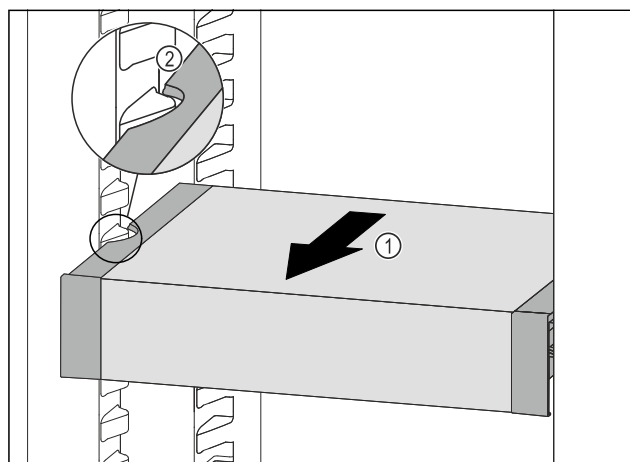

Fig. 126
- Tërhiqni VarioSafe për nga përpara *Fig. 126 (1)*, derisa foletë anësore të VarioSafe të jenë në lartësinë e brinjëve të kutisë në pjesën e ftohjes. *Fig. 126 (2)*